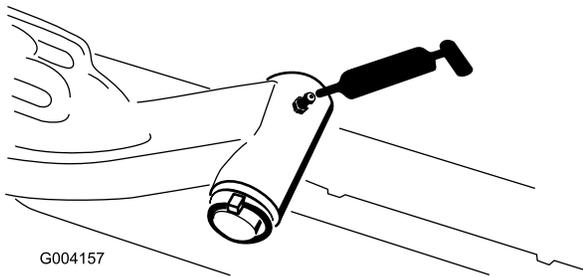

Рисунок 78
- Ось поворота подъемного рычага (по 1 шт.) (Рисунок 78)